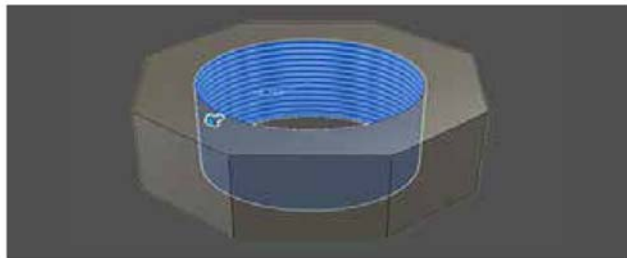

图 2-51
(8) **螺纹**: 为圆柱几何图元添加内螺纹和外螺纹。螺纹在几何图元上可以起示意作用或者塑造在几何图元上, 如图 2-51 所示。